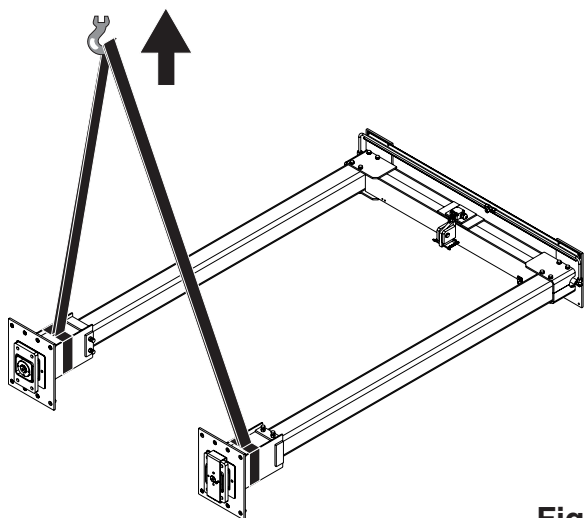

Fig. 16
- Sistemare le cinghie come da **fig. 16** e portarlo in posizione verticale.
- Arrange belts as shown in **fig. 16**, then take frame to vertical position.
- Die Riemen, wie in **Abb. 16** angegeben, anordnen und in senkrechte Position bringen.
- Positionner les courroies comme indiqué **fig. 16** et le mettre en position verticale.
- Colocar las correa como ilustra la **fig. 16** y levantar el bastidor en posición vertical.